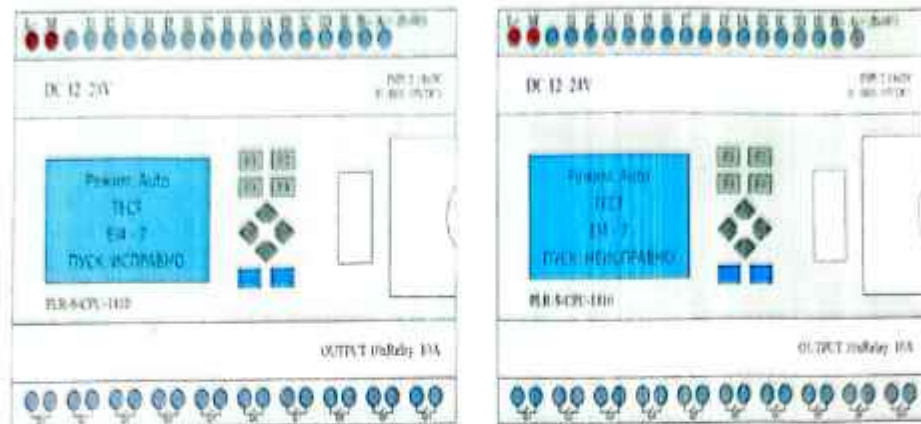

РИС.1 ТЕСТ (в режиме авто)
1.1. Before starting the algorithm in automatic mode, the system performs a self-test of the central lighting system lamps. The ONI display indicates whether each specific lamp is functioning or not for 5 seconds (Fig. 1). The program checks the integrity of the lamps. The central lighting is divided into 2 groups:
1.13. В ручном режиме после нажатия на кнопку **SB3** происходит включение по следующему алгоритму: SB3-EL4-5; SB3-EL6-7; SB3-EL4-5/off; SB3-EL6-7/off.. Включение возможно только при их исправности. Допускается задержка на самотестирование перед каждым включением не более 1сек. В случае неисправности лампы на дисплей ONI выводится сообщение «НЕИСПРАВНО» до повторного нажатия (рис.1).